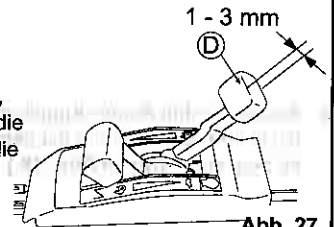

Abb. 27.
Justieren Sie das Spiel des Ganghebels (D), wie in Abb. 27 dargestellt, auf 1 - 3 mm.